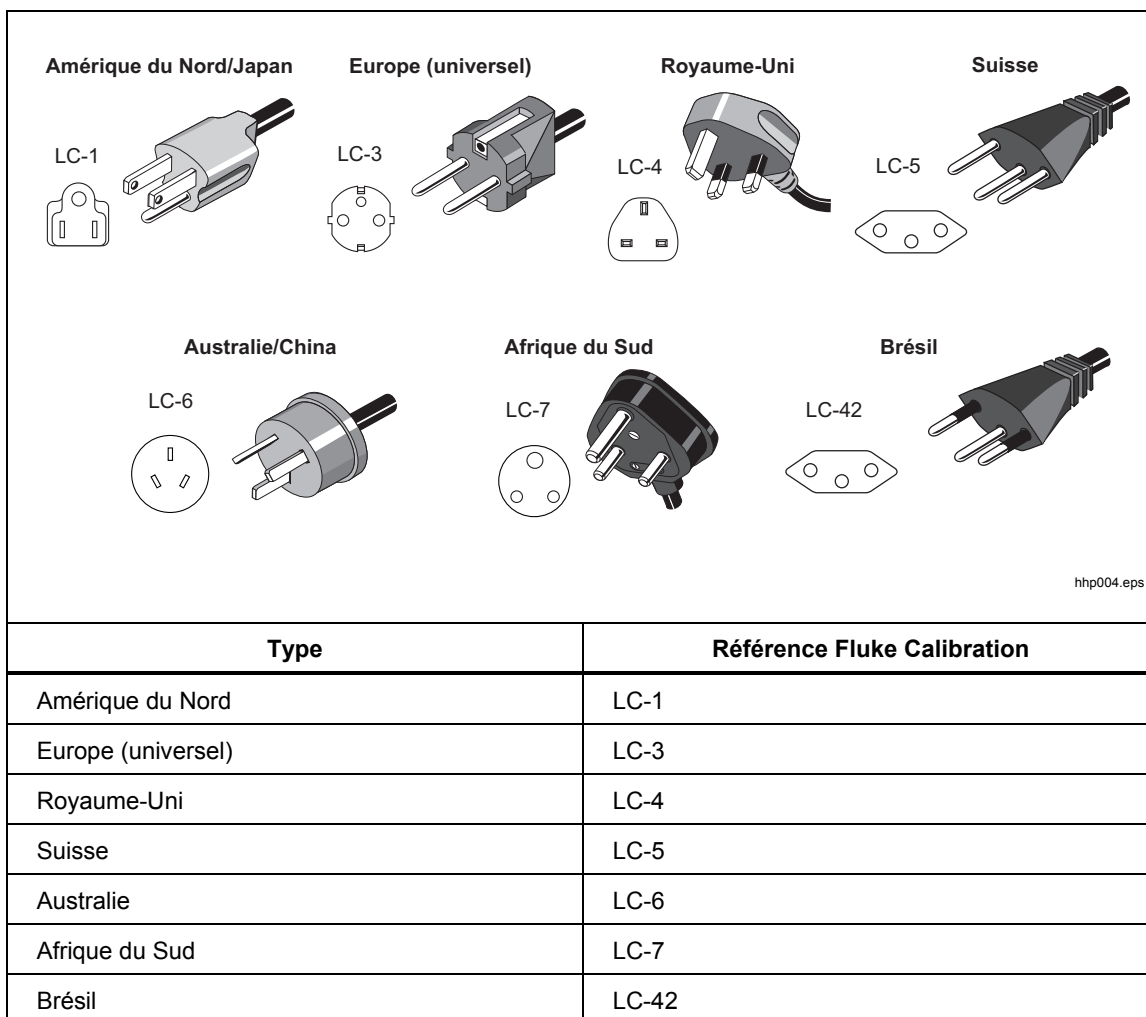

Figure 6. Types de cordons d'alimentation disponibles
- Câble d'alimentation (voir la figure 6)
Le produit est livré avec la fiche de raccordement au secteur appropriée au pays d'achat. Si vous avez besoin d'un type de fiche différent, reportez-vous à la Figure 6 pour connaître les types de fiches de raccordement au secteur disponibles auprès de Fluke Calibration.